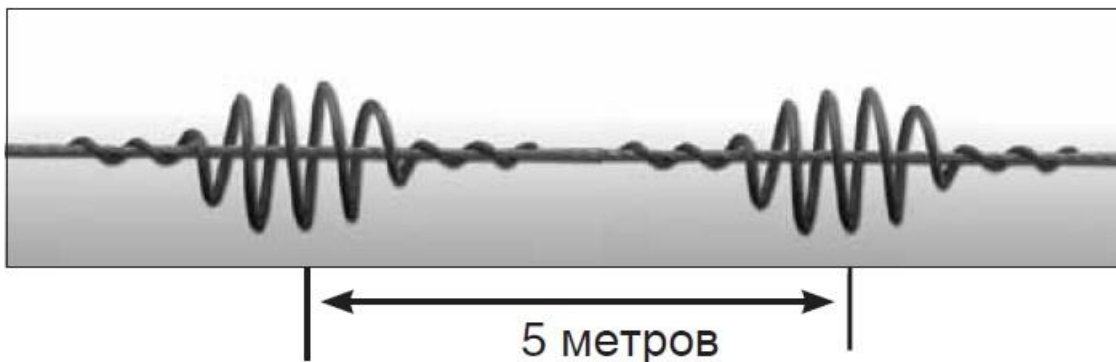

Рис. 2.
1. Расстояние между двумя установленными на линии SWAN-FLIGHT DIVERTER (PEPD) должно соответствовать рекомендациям в зависимости от класса напряжения линии и географического расположения ВЛ. Как пример – 5 м (см. рис. 2). Отметка места расположения при помощи насечки или царапин на проводе (тросе) не допускается!